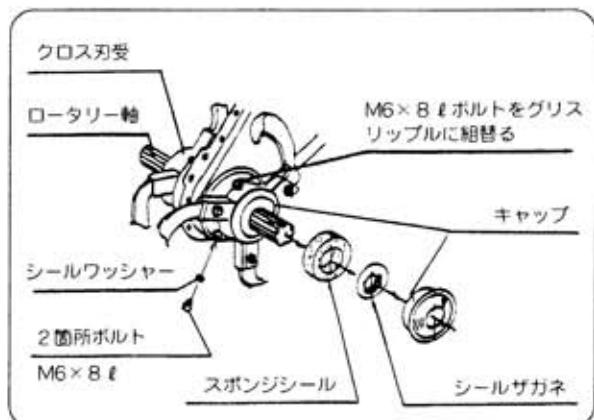

図40
- ② クロス刃受のフランジ部2ヶ所のボルト（M6×8ℓ）を外し、1ヶ所にグリスニップル（付属部分）を取付けてください。（図40）
- ③ グリスピンプでグリス（シャーシグリスは、やわらかい物）を給油してください。
- ④ グリスニップルを取り外し、ボルト（M6×8ℓ）左右各2本のボルトを締め付けてください。（図40）